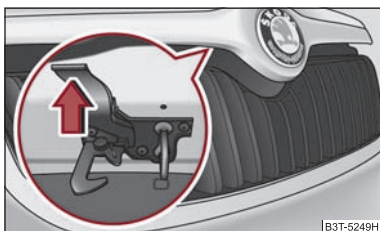

Fig. 13 Grilajul radiatorului: Mănerul de siguranță
- Trageți mânerul de siguranță ⇒ fig. 13 și capota motorului se deblochează.